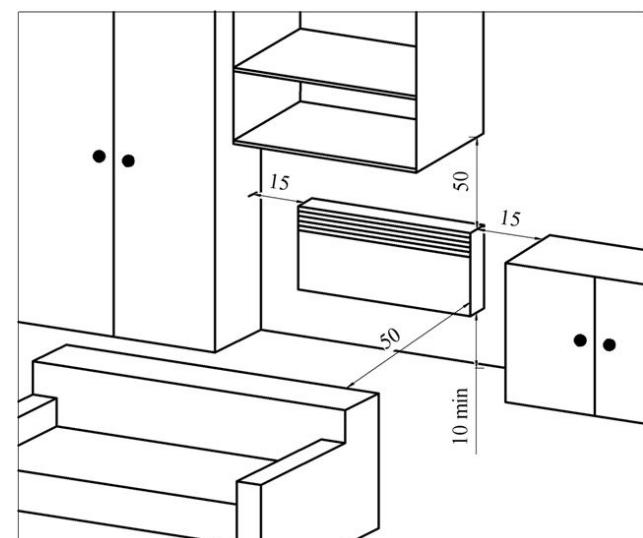
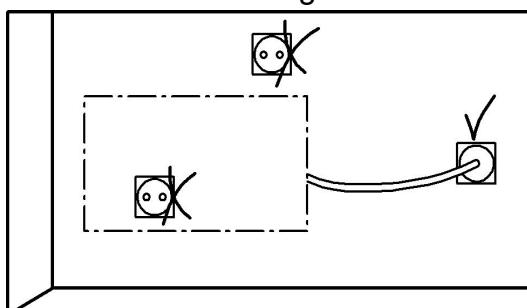

Figura 2
Figura 3
- È necessario mantenere le distanze minime dagli oggetti durante il montaggio del convettore come mostrato in Figura 2, Figura 3 (dimensioni in cm);